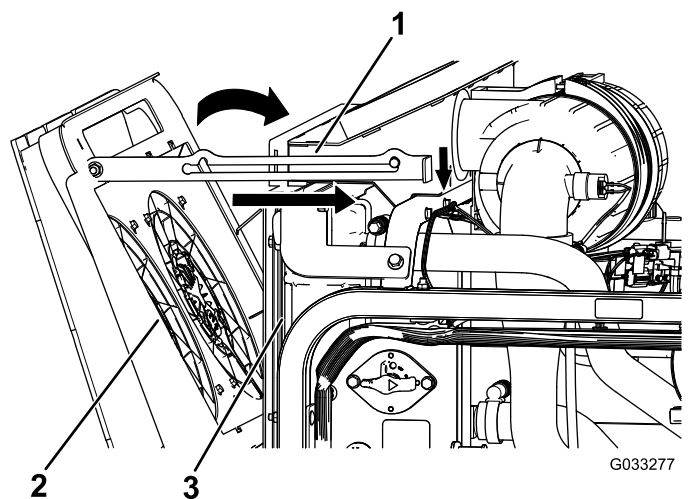

図 118
4. エンジン冷却ファンをラジエターを前側に倒して支え棒で支える (図 118)。